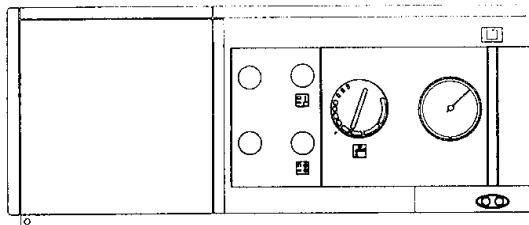

Рис. 7.1
- установите термостат бойлера на требуемую температуру (рис. 7.1)